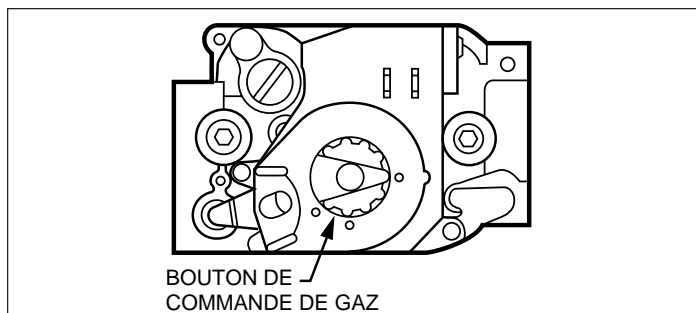

Figure 30. Vanne de gaz à allumage direct - Honeywell
- e. Honeywell - Pousser sur le bouton de commande de gaz et le tourner dans le sens des aiguilles d'une montre à la position d'arrêt (OFF). Robertshaw - Pousser sur le levier de commande de gaz jusqu'à la position d'arrêt (OFF). **REMARQUE** - Il n'est possible de mettre le levier en position d'arrêt que s'il est poussé doucement. **IL NE FAUT PAS FORCER** (voir les figures 30 et 31).
- g. Mettre le commutateur en position de marche (ON).
- h. Honeywell - Tourner dans le sens des aiguilles d'une montre le bouton de la commande de gaz à la position de marche (ON). Robertshaw - Pousser le levier de commande de gaz à la position de marche (ON).
5. Honeywell - Pousser sur le bouton de commande de gaz et le tourner dans le sens des aiguilles d'une montre à la position d'arrêt (OFF). Robertshaw - Pousser sur le levier de commande de gaz jusqu'à la position d'arrêt (OFF). REMARQUE - Il n'est possible de mettre le levier en position d'arrêt que s'il est poussé doucement. IL NE FAUT PAS FORCER (voir les figures 30 et 31).
7. Mettre le commutateur en position de marche (ON).
8. Honeywell - Tourner dans le sens inverse des aiguilles d'une montre le bouton de la commande de contrôle à la position de marche (ON). Robertshaw - Pousser le levier de commande de gaz à la position de marche (ON).